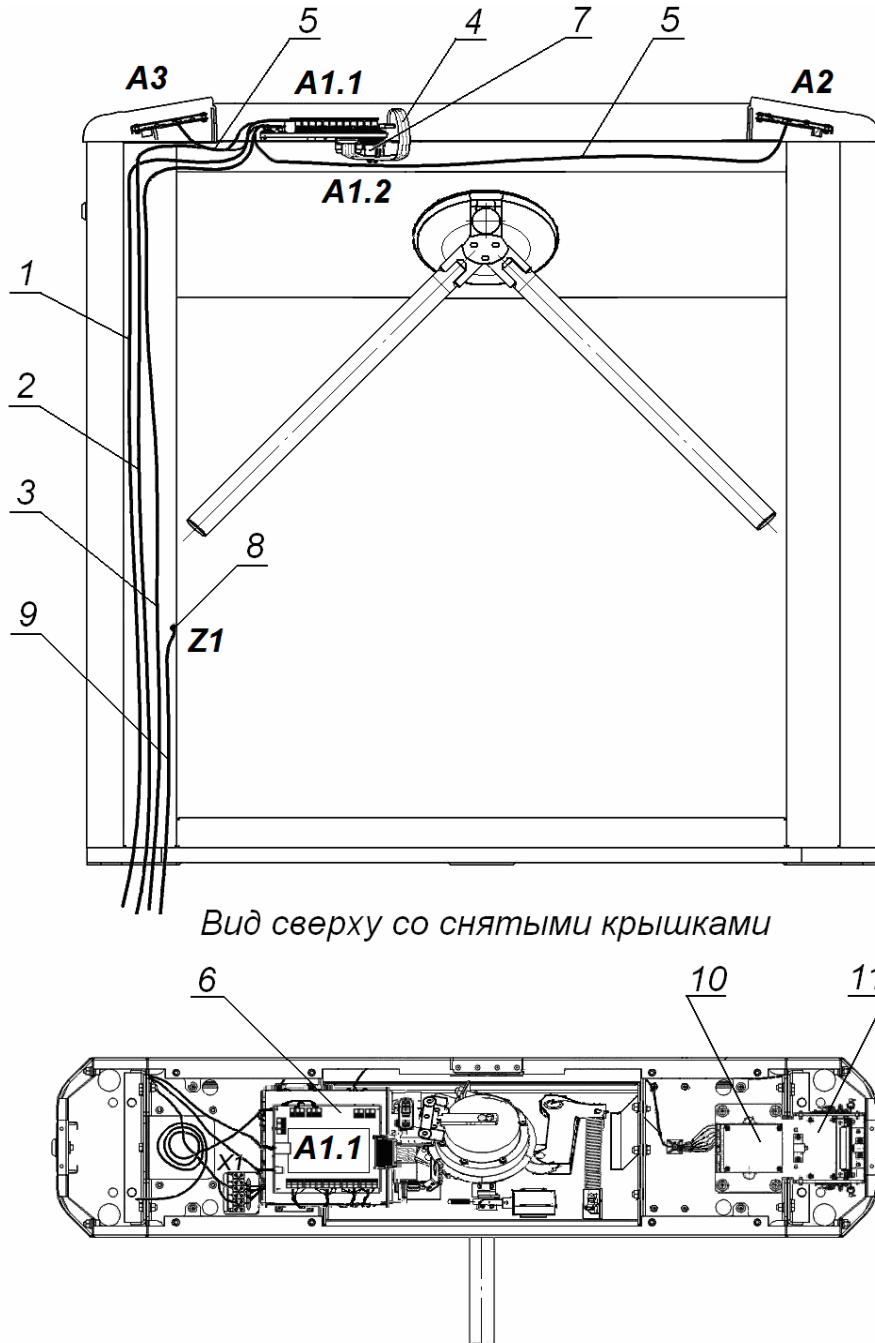

Рисунок 12. Схема прокладки кабелей в стойке ЭП
6. Подготовьте в полу отверстия под гильзы анкеров для крепления стойки ЭП. Установку и крепление стойки производите после прокладки всех кабелей в кабельном канале и внутри стойки. Схема прокладки кабелей в стойке показана на рис. 12.
7. Демонтируйте боковую заглушку (10) и выньте контейнер картоприемника (18), открыв ключом замки (11) и (19).
9. Снимите крышку стойки ЭП (3) (см. разд. 6).
10. Протяните кабели внутри стойки. Рекомендуемое расположение кабелей при прокладке внутри стойки показано на рис. 12.
14. Выполните заземление стойки ЭП в соответствии с требованиями ПУЭ («Правила устройства электроустановок»). Контакт заземления **Z1** (8, рис. 12) находится за боковой заглушкой стойки (10). Для крепления кабеля заземления на контакте используйте гайку М4.
При производстве механизм картоприемника (11, см. рис. 12) установлен со стороны считывателя №1 (A2).
7. Отсоедините кабель картоприемника от платы картоприемника (10, рис. 12).